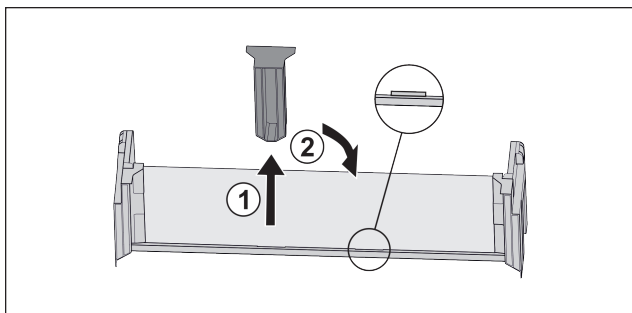

Fig. 110
- Extraire la pièce de retenue centrale Fig. 110 (1).
- Insérer la pièce de retenue centrale en deuxième position Fig. 110 (2).